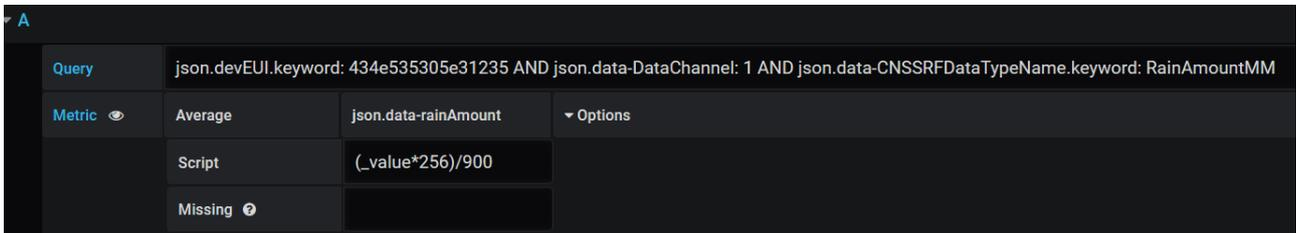

Figure 4 : configuration du graphe de vitesse du vent
Pour exemple, la Figure 4 montre la configuration sous Grafana pour le graphe de vitesse. Un script est ajouté pour afficher la vitesse en m/s en tenant compte du facteur de division de la fréquence (256) et de la durée de la mesure (900s).